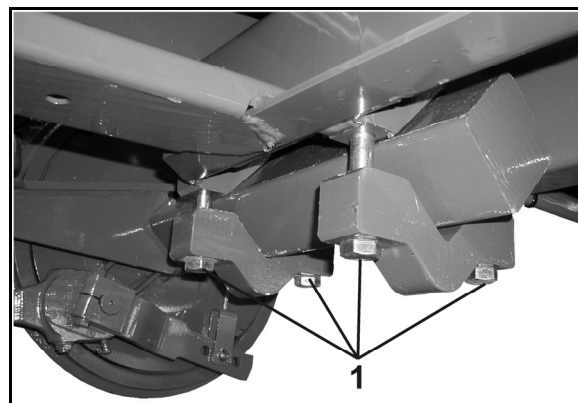

Bild 106
4. Lossa klämskruvarna (Bild 106/1) lösen.